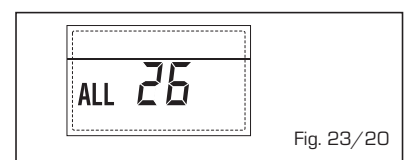

Fig. 23/20
- **ANOMALÍA COHERENCIA APLICACIÓN SOLAR "ALL 27"** (fig. 23/21).